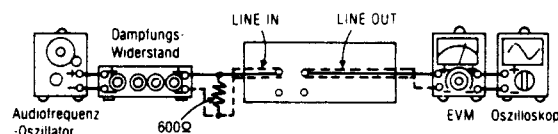

Abb. 7
1. Der Testaufbau ist in Abb. 7 gezeigt.
6. Falls sie nicht dem Standard-Wert entspricht, ist der Drehwiderstand 3 (linker Kanal) (Drehwiderstand 4 (rechter Kanal)) zu justieren, und dann sind die Schritte (2), (3) und (4) zu wiederholen, bis die Ausgangsleistung dem Standard-Wert entspricht.